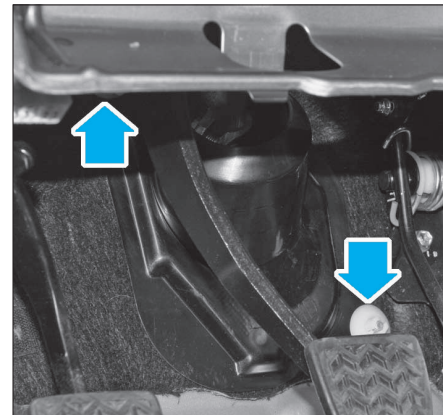

FIG. 3
- Déposer la protection du cardan de colonne de direction (fig. 3).